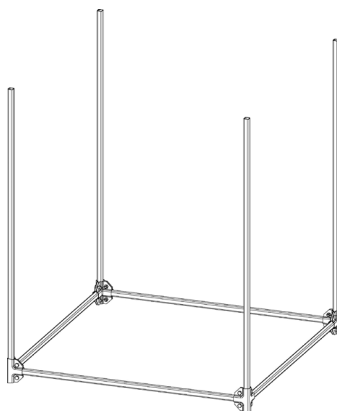

Рисунок 6 – Установка позиций «Стойка вертикальная»
4. Перед окончательной затяжкой болтов установить в позиции «Скоба крепежная А5 х 4» по позиции «Стойка вертикальная» (см. Рисунок 6);